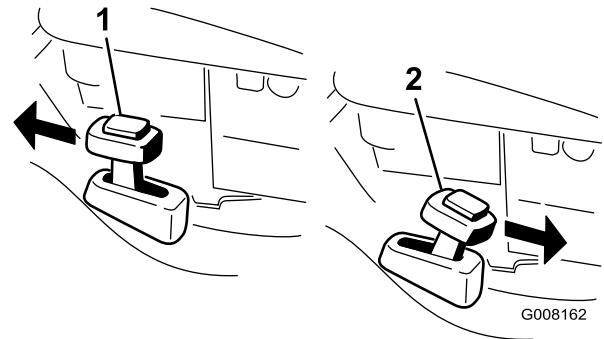

Bild 19
2. Drücken Sie die Taste oben am Hebel für Recycler/Fangkorb und schieben Sie den Hebel auf **Recycler** (Bild 19).
2. Hängen Sie den Fangkorb ein, wenn Sie das Schnittgut sammeln möchten (siehe „Einsetzen des Fangkorbs“). Drücken Sie die Taste oben am Hebel für Recycler/Fangkorb und schieben Sie den Hebel auf **Fangkorb** (Bild 19).
Hinweis: Der Hebel für den Recycler/Fangkorb sollte in der Stellung **Fangkorb** (Bild 19) stehen.